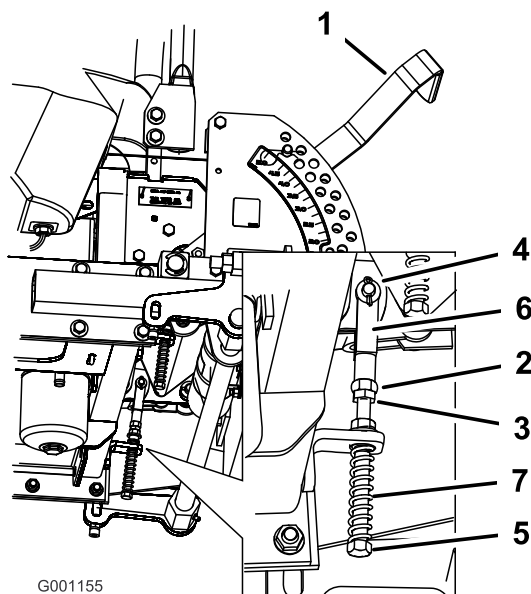

Figura 60
8. Se occorre regolare, allentate il dado e il controdado contro la forcella (Figura 60).
9. Premete leggermente indietro la leva di comando del movimento, e girate la testa del bullone di regolazione nella direzione opportuna finché la leva di comando non si trova al centro, in posizione di bloccaggio in folle (Figura 60).
10. Serrate il dado e il controdado (Figura 60).